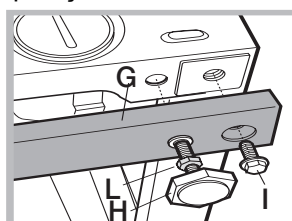

Fig. 11
Înălțimea mașinii de spălat rufe poate fi reglată (de la 815 mm la 835), acționând asupra celor 4 picioare. Dacă doriți să măriți înălțimea (pentru a o ridica până la 870 mm), trebuie să folosiți următoarele accesorii: cele 2 bare transversale (G), cele 4 picioare (H), cele 4 șuruburi (I), cele 4 mufe (L), după care continuați, urmând aceste operații (fig. 11): îndepărtați cele 4 picioare originale, fixați o bară transversală G în partea din față a mașinii de spălat rufe cu ajutorul șuruburilor I (înșurubându-le în locul picioarelor originale), după care introduceți noile picioare H. Repetați aceeași operație și pentru partea din spate a mașinii. Continuați prin a regla picioarele H –mașina poate fi înălțată sau coborâtă de la 835 mm la 870 mm.